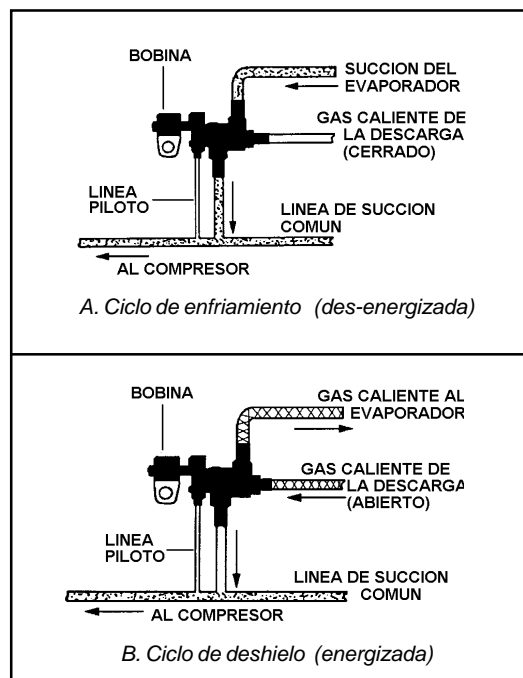

Figura 7.14 - Válvula de solenoide de tres vías para deshielo por gas caliente.
**Deshielo con Gas Caliente.-** En la figura 7.14 se muestra una válvula de tres vías como se usaría en un supermercado, en una aplicación para deshielo por gas caliente. En esta aplicación, la válvula se usa para admitir gas caliente hacia las líneas de succión. Cuando está desenergizada la bobina (A), el émbolo está cerrando el orificio piloto y está cerrada la línea piloto, permitiendo que se iguale la presión a través del pistón. La presión de descarga mantiene cerrado el puerto superior, y el flujo es del evaporador a la succión del compresor. Esta es la posición en que el sistema opera normalmente.